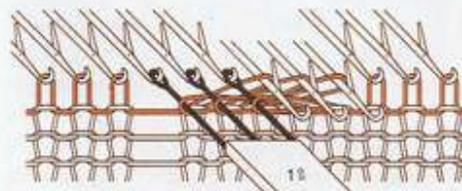

Fig. 86
4) Croiser le 1^{er} poinçon sous les 3 aiguilles en D, et déposer les mailles dans les crochets des 3 aiguilles vides restantes (fig. 86). Enlever le poinçon après avoir tiré ces 3 aiguilles en D.